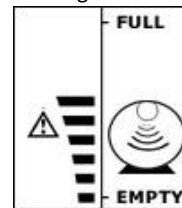

Fig. 13
- 7) Le récepteur montre le niveau du volume restant et un triangle clignotant (fig 13).